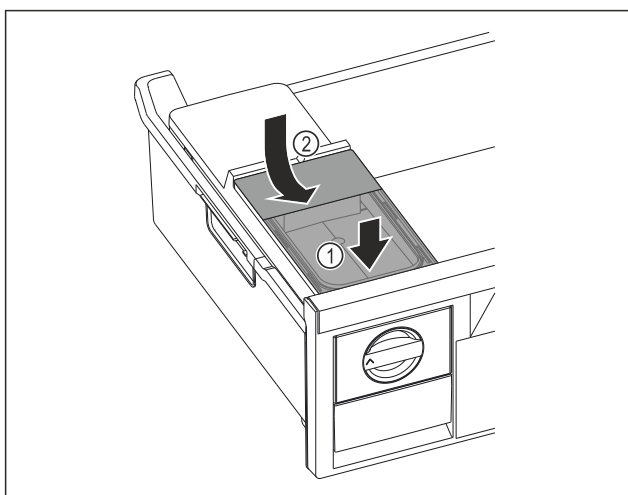

Fig. 151
- Sæt vandtanken i forfra. Fig. 151 (1)
- Sænk vandtank ned bagest. Fig. 151 (2)